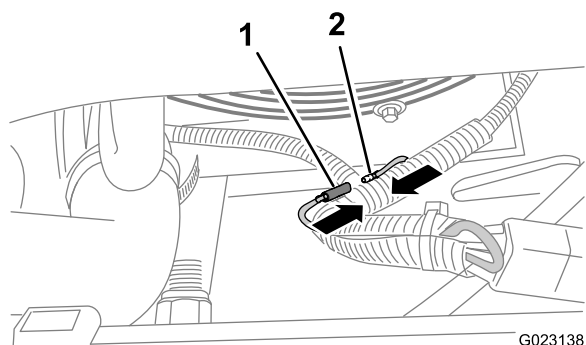

**Figura 5**
6. Localice el módulo de ignición del motor en la parte inferior de la cubierta del motor (Figura 5).